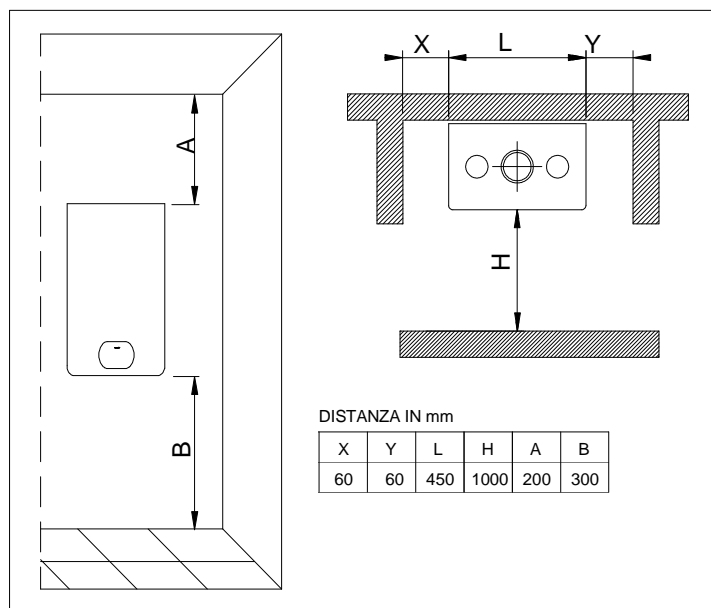

Fig. 1
A. adagiare (fig. 1) lo scaldabagno imballata sul pavimento facendo attenzione che la freccia altoverso sia rivolta verso il basso e staccare le grappe aprendo le quattro alette della scatola verso l'esterno.